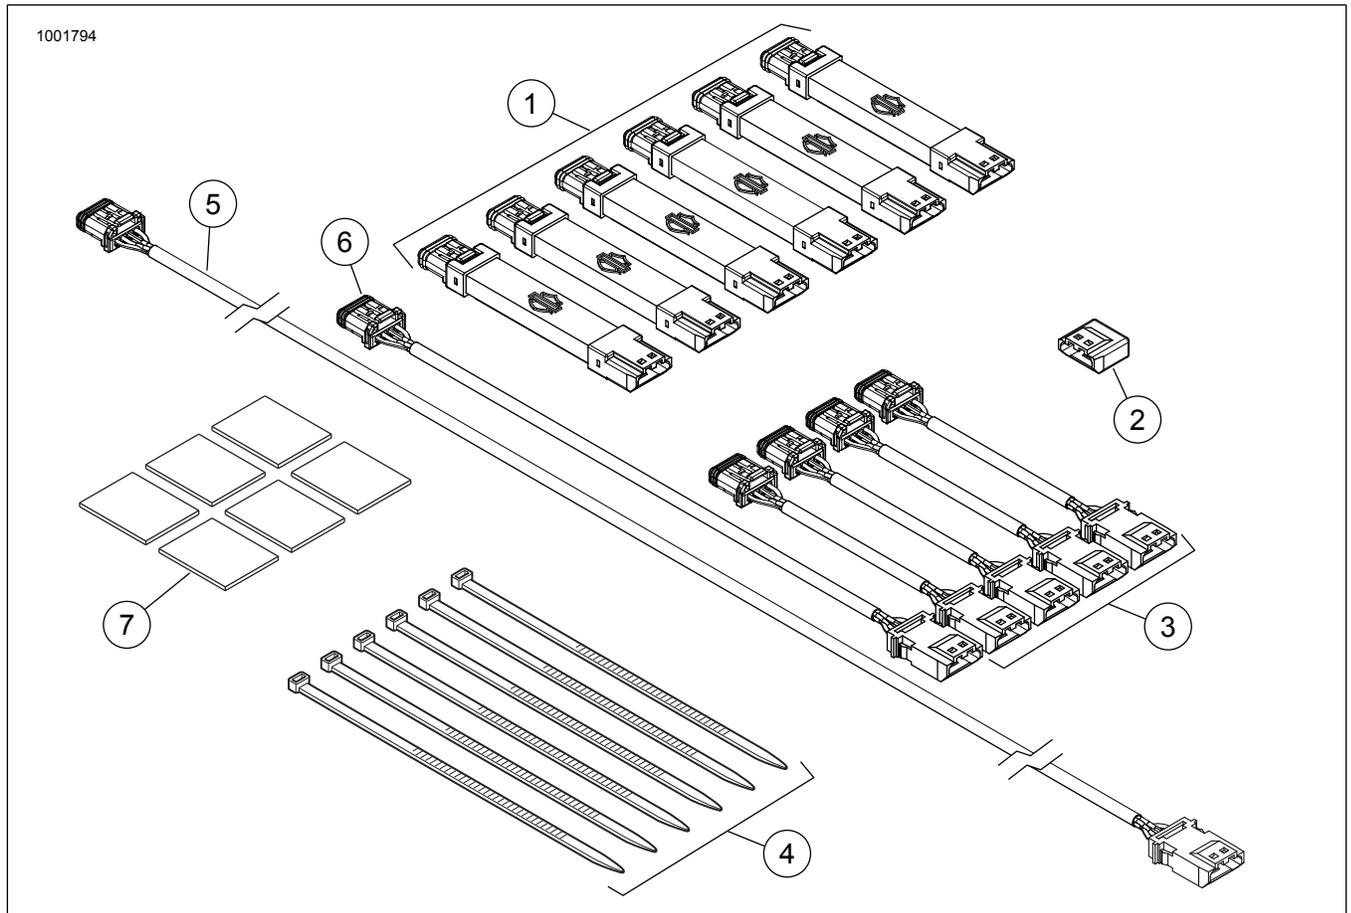

Figura 2. Piezas de servicio, kits de cápsulas de luz Spectra Glo
Vea Figura 2 y Consulte la Tabla 1.
2. Consulte la Figura 2. Ensamblar (ajuste en seco) las vainas de luz (1) y los arneses (3, 5 y 6) en la configuración deseada.